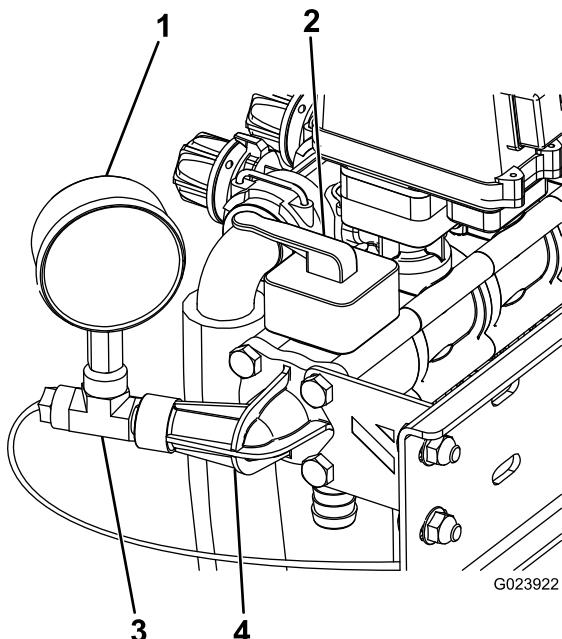

Figure 11
- Montez le joint torique, le nouveau distributeur et la prise de manomètre déposée précédemment, ainsi que le support de stabilisation au moyen de 4 longs boulons ; voir Figure 11.